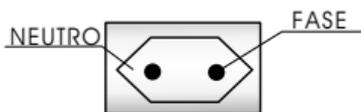

Fig.1
- 2▶ Na instalação utilize tomada comum (de dois pinos, Figs. 1/1A, pág.8).